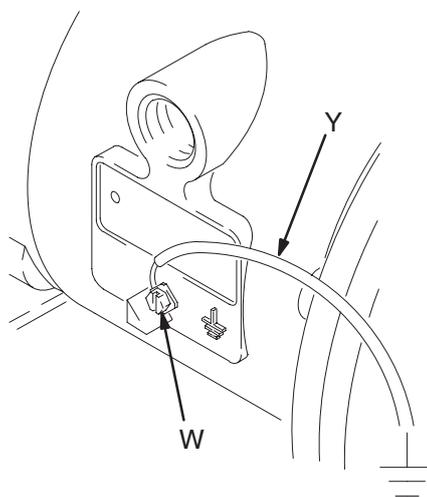

Fig. 1
- *Pompe*: Raccorder un fil et une pince de terre comme indiqué à la fig. 1. Desserrer la vis de terre (W). Introduire l'extrémité d'un fil de terre (Y) d'au moins 1,5 mm² derrière la vis et bien serrer celle-ci. Raccorder la pince d'extrémité du fil de terre à une véritable terre. Commander la réf. 222011, câble et pince de mise à la terre.